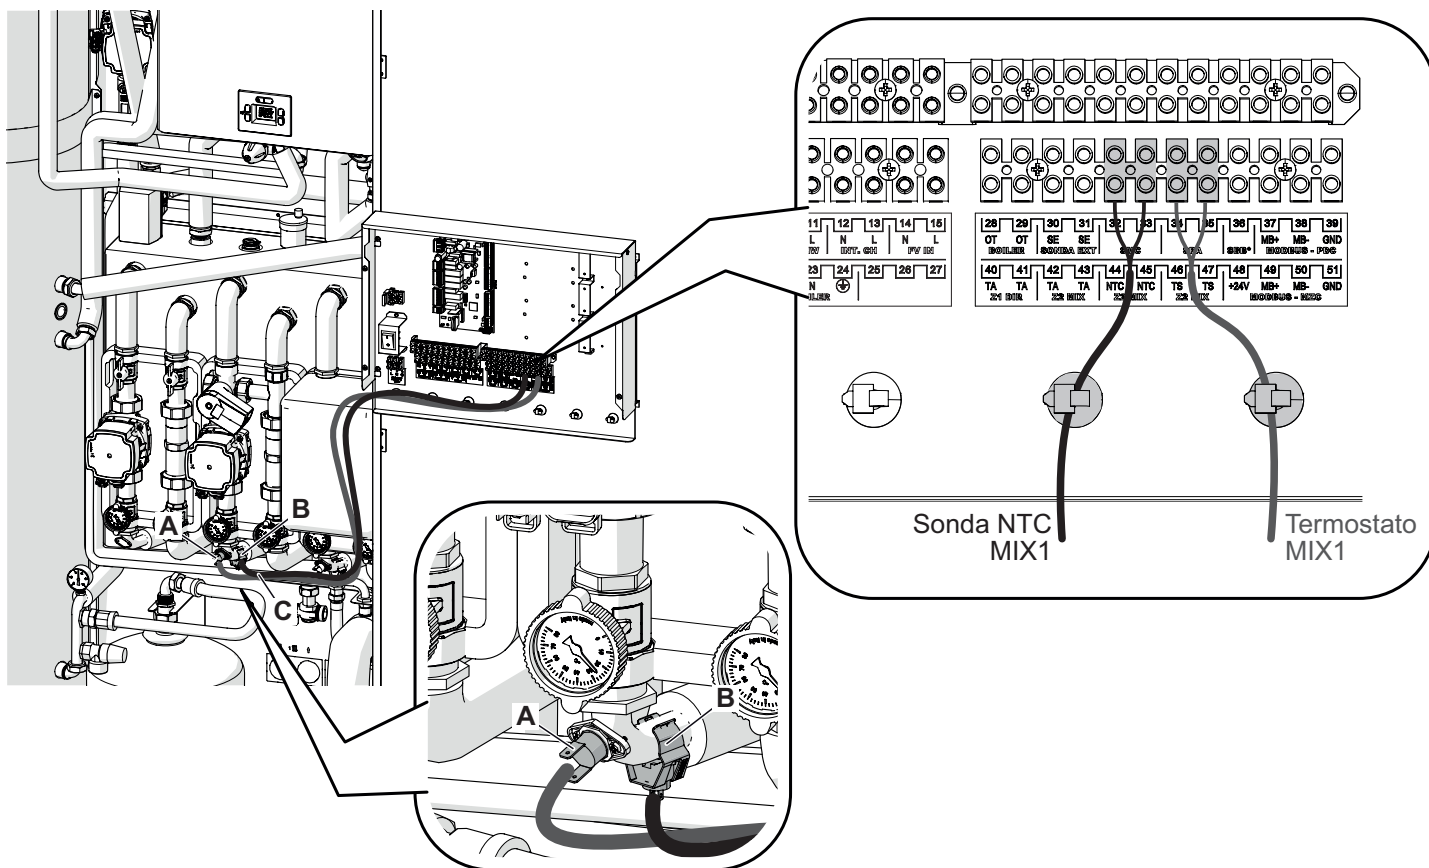

Figura 2.34
- Installare il termostato (A) e la sonda NTC (B) come indicato in Figura 2.34, far scorrere i relativi cavi lungo i tubi (C), tagliarli a misura e collegarli alle morsettiere. Bloccarli con l'apposita fascetta (Figura 2.34).